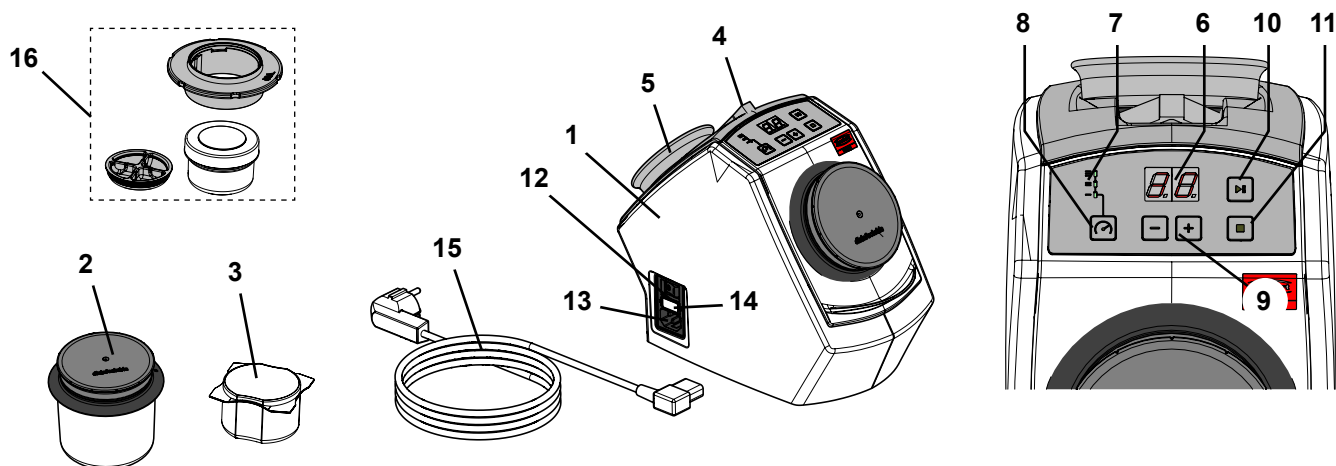

Fig. 1
- Il magnete di ritegno (Fig. 1, Pos. 5) contiene piombo
- ⇒ Collocare la pinzetta e il magnete di ritegno inclusi nella confezione nei supporti sul retro dell'apparecchio (Fig. 1).
- ⇒ Scegliere il cavo di rete (15, Fig. 1) dotato della presa di rete adatta al vostro paese.
- ⇒ Collegare il cavo di alimentazione (13, Fig. 1) alla presa.
- ⇒ Accendere l'apparecchio tramite l'interruttore di rete (12, Fig. 1).
- ⇒ Riempire la tazza di pulizia (2, Fig. 1) con 75 g di aghi di pulizia (il corrispondente di una confezione).
- ⇒ Riempire il mini-recipiente SYMPRO (accessori) (16, Fig. 1) con ~ 5 g di aghi di pulizia.